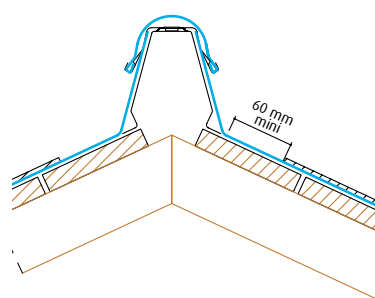

Fig. 17a : Cas du relevé de faîtage (avec VMZ 941)
■ Relevé de faîtage (Fig. 17a)